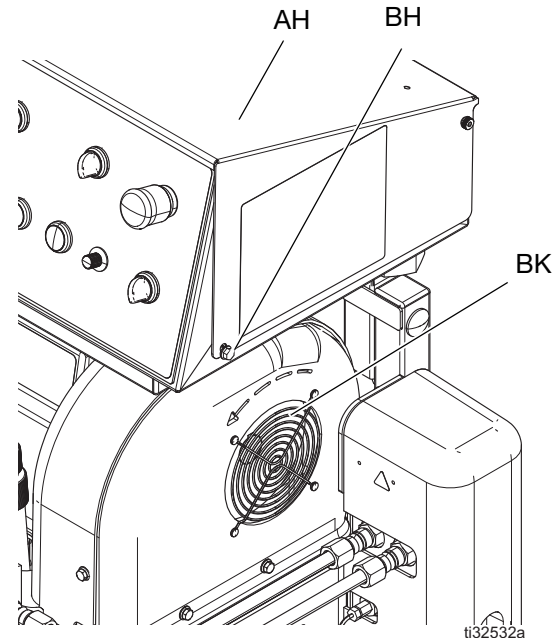

图 7: 电动机旋转
7. 确认电动机风扇 (BK) 旋转是否正确。参见图 7 所示。
- a. 将主电源断开设备 (CE) 打开。
- b. 将控制电源开关 (CH) 转到起动。将泵控制开关 (CL) 转到空档。
- c. 短暂开启马达电源开关 (CN)。观察电动马达风扇 (BK) 的旋转方向。参见图 7 所示。
- a. 立即将马达电源开关 (CN) 关闭。
- b. 将控制电源开关 (CH) 转到停止。
- c. 将主电源断开设备 (CE) 关闭。